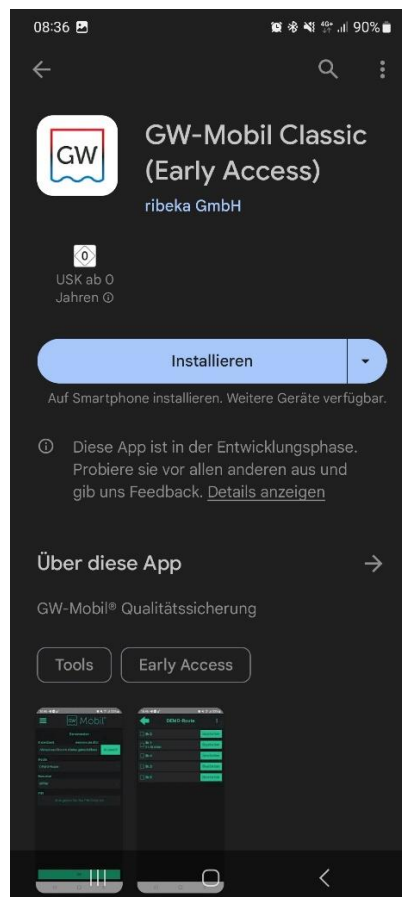

Abbildung 2: Installation von GW-Mobil aus dem Google Playstore
3. Klicken Sie anschließend auf den Button "Installieren". Nach der Installation prüfen Sie bitte die App-Berechtigungen von GW-Mobil Classic über die Endgerät-Einstellungen unter Apps (s. Abb. 2 & 3).